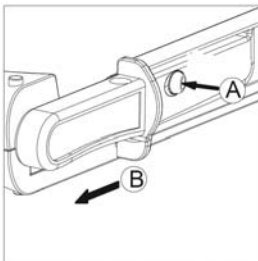

Bild 1
- 2 Drücken Sie den Sicherungsknopf (Bild 1, A), um die Fixierung zu lösen und ziehen Sie den Griff heraus (Bild 1, B).